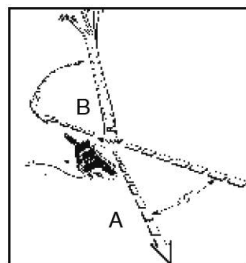

Fig. 2A
AVVERTENZA: Un percorso di ritirata (A) dovrebbe essere pianificato e sgomberato secondo necessità prima di iniziare i tagli. Il percorso di ritirata dovrebbe estendersi indietro e in diagonale verso la parte posteriore della linea di caduta prevista (Fig. 2A).
⚠ AVVERTENZA: Quando il taglio di abbattimento si avvicina al cardine, l'albero dovrebbe iniziare a cadere. Quando l'albero inizia a cadere, rimuovere la motosega dal taglio, staccare la spina, appoggiare a terra la motosega e lasciare l'area lungo il percorso di ritirata (Fig. 2A).